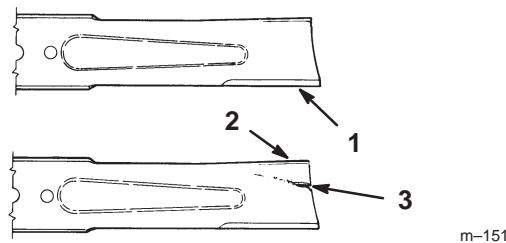

Figure 32
1. Inspectez les tranchants des lames (Fig. 32). Si elles ne sont pas tranchantes ou si elles présentent des indentations, déposez et aiguisez les lames (voir Aiguisage des lames, page 32).
2. Inspectez les lames, surtout la partie incurvée (Fig. 32). Remplacez immédiatement toute lame endommagée, usée ou qui présente une entaille (repère 3 de la Fig. 32).